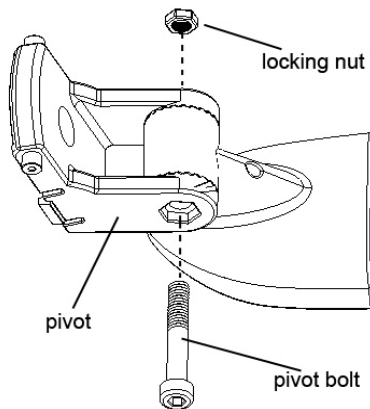

Рисунок 3
- c) Поместите стопорную гайку в отверстие крепёжной рамы, затем вставьте шарнирный болт и вручную закрутите его до конца. (Рисунок 3)